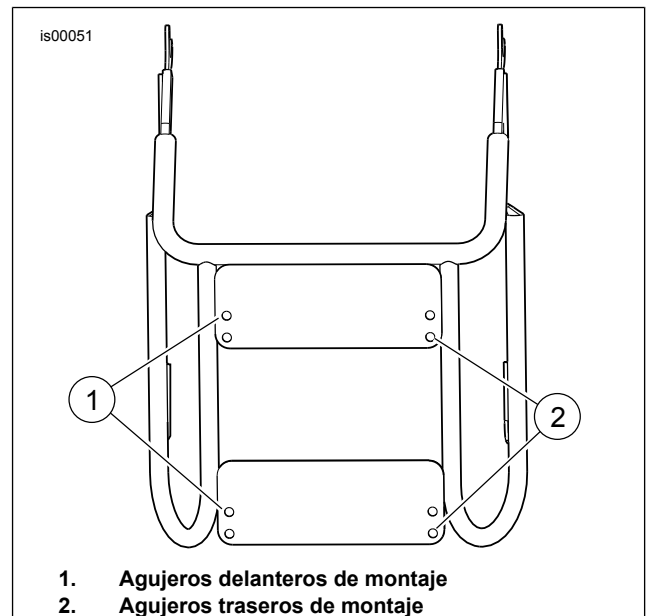

Figura 1. Vista superior de la rejilla desmontable
- a. Vea la Figura 1. Alinee los agujeros en la base del Tour-Pak con cualquiera de los dos juegos de agujeros de montaje en la rejilla para equipaje.